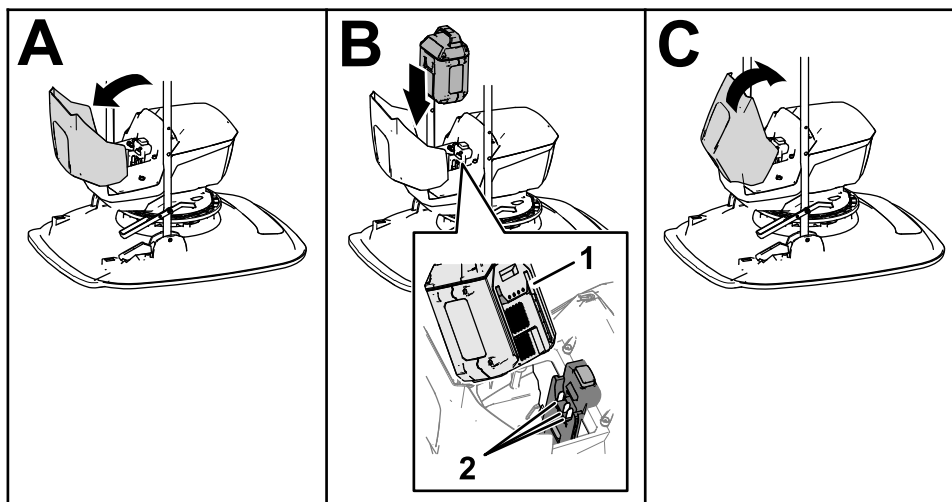

Figura 15
3. Deschideți capacul compartimentului acumulatorului (Figura 15).